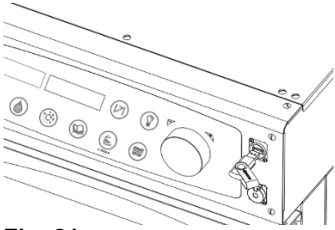

Fig. 21
2. Inserte la memoria USB en el puerto USB (Fig. 21) del dispositivo.